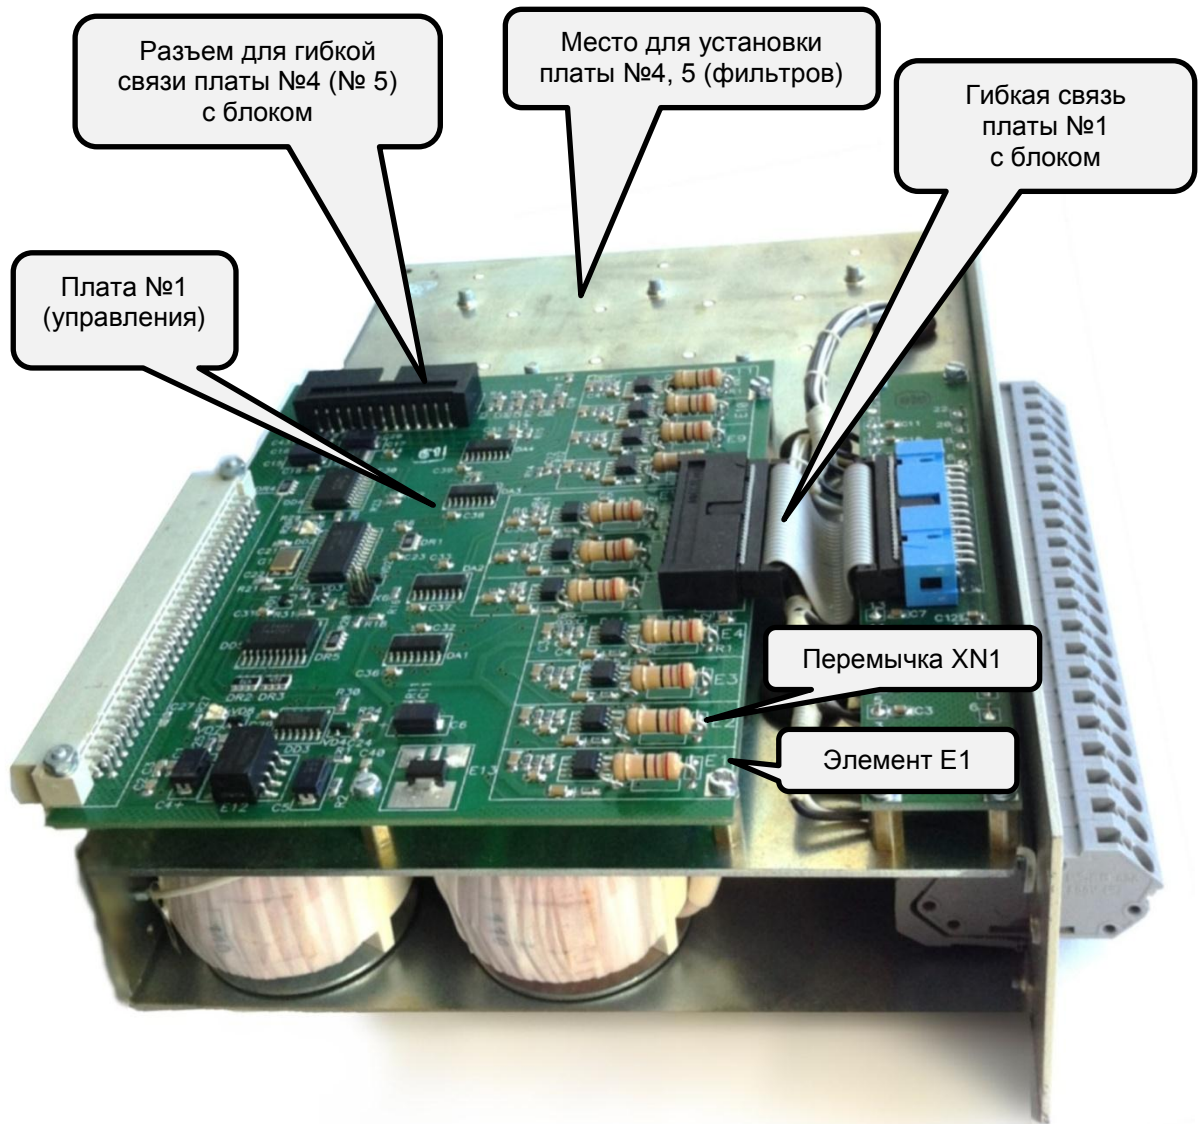

Рисунок 12 – Расположение элементов в блоке типа Д253Х(А), Д253ХХ(А)
4.5.5.9 Перед установкой платы №1 блока типа Д253Х(А), Д253ХХ(А) из комплекта ЗИП необходимо демонтировать (удалить при помощи кусачек) перемычки ХN1 элементов Е1-Е11 (см. рисунок 12) в соответствии с установленными перемычками заменяемой платы.